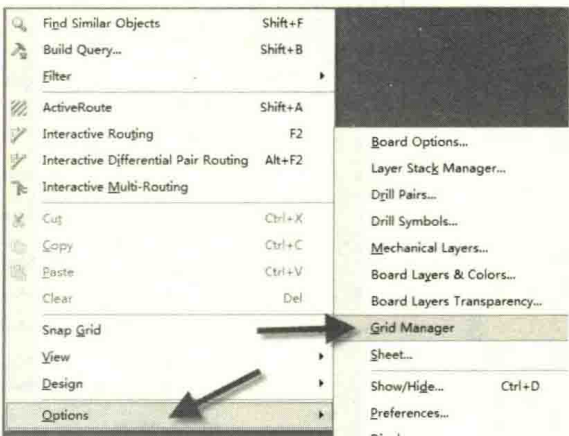

图 11-50 网格命令
(1) 新建一个 PCB 文件，按快捷键“EOS”，在空白处设置一个原点，在空白处单击鼠标右键，选择执行命令“Options-Grid Manager”（快捷键“OG”），如图 11-50 所示，进入网格管理器。